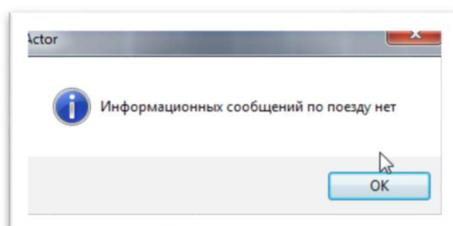

Рис.120.
6. При отсутствии сведений из АСОУП для нити появится сообщение: Информационных сообщений по поезду нет (см. рис. 120).